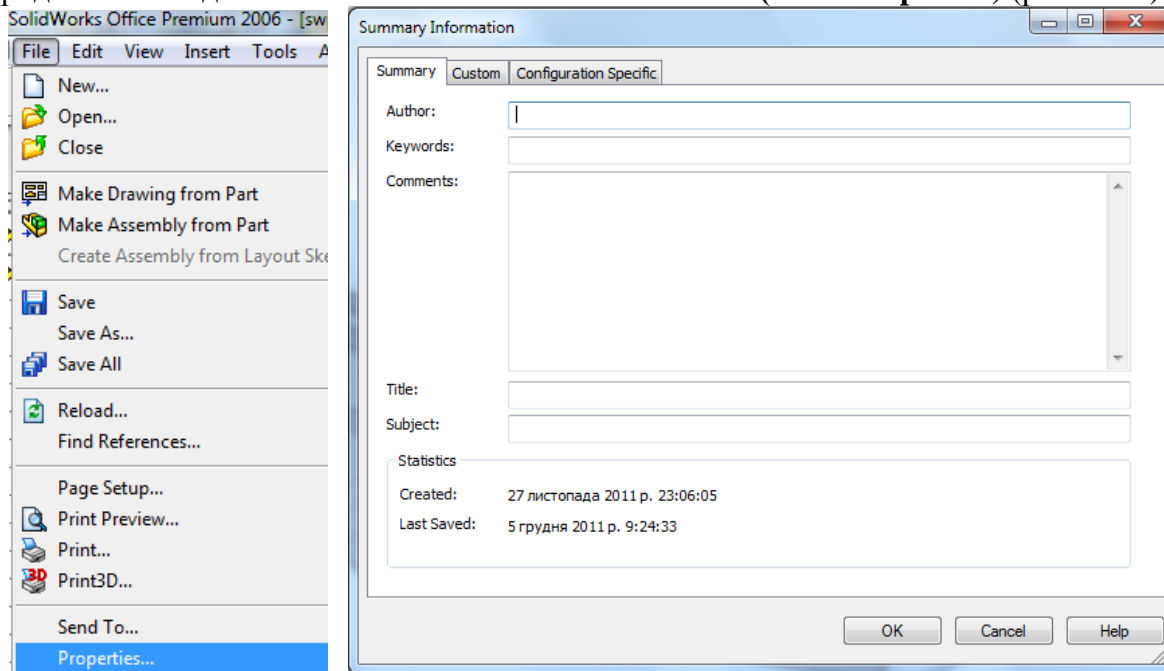

Рис. 8.2.1. Властивості документа
1. Всі документи SolidWorks мають певні властивості, які їм надає автоматично система. Ці властивості дуже зручно використовувати для автоматизації оформлення креслень. Але окрім стандартних властивостей кожен користувач може створити власні властивості, що присвоюються документу і потім їх використовувати. Всі властивості документа можна продивитися за допомогою меню **ФАЙЛ->СВОЙСТВА (File->Properties)** (рис. 8.2.1)